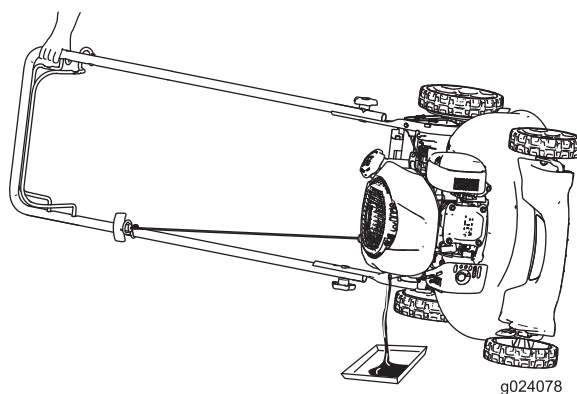

Figure 22
2. Inclinez la machine sur le côté (jauge en bas) pour vidanger l'huile usagée par le goulot de remplissage (Figure 22).